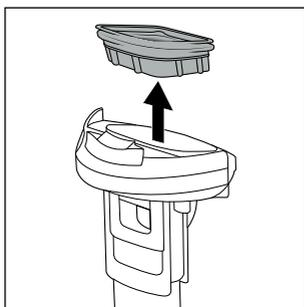

Fig. 24
- ◆ Îndepărtați filtrul de murdărie **10** din rezervorul de apă murdară **2**, introducând degetele lateral sub garnitura filtrului de murdărie **10**. Trageți apoi filtrul de murdărie **10** în sus din capacul rezervorului de apă murdară **9** (a se vedea fig. 24).